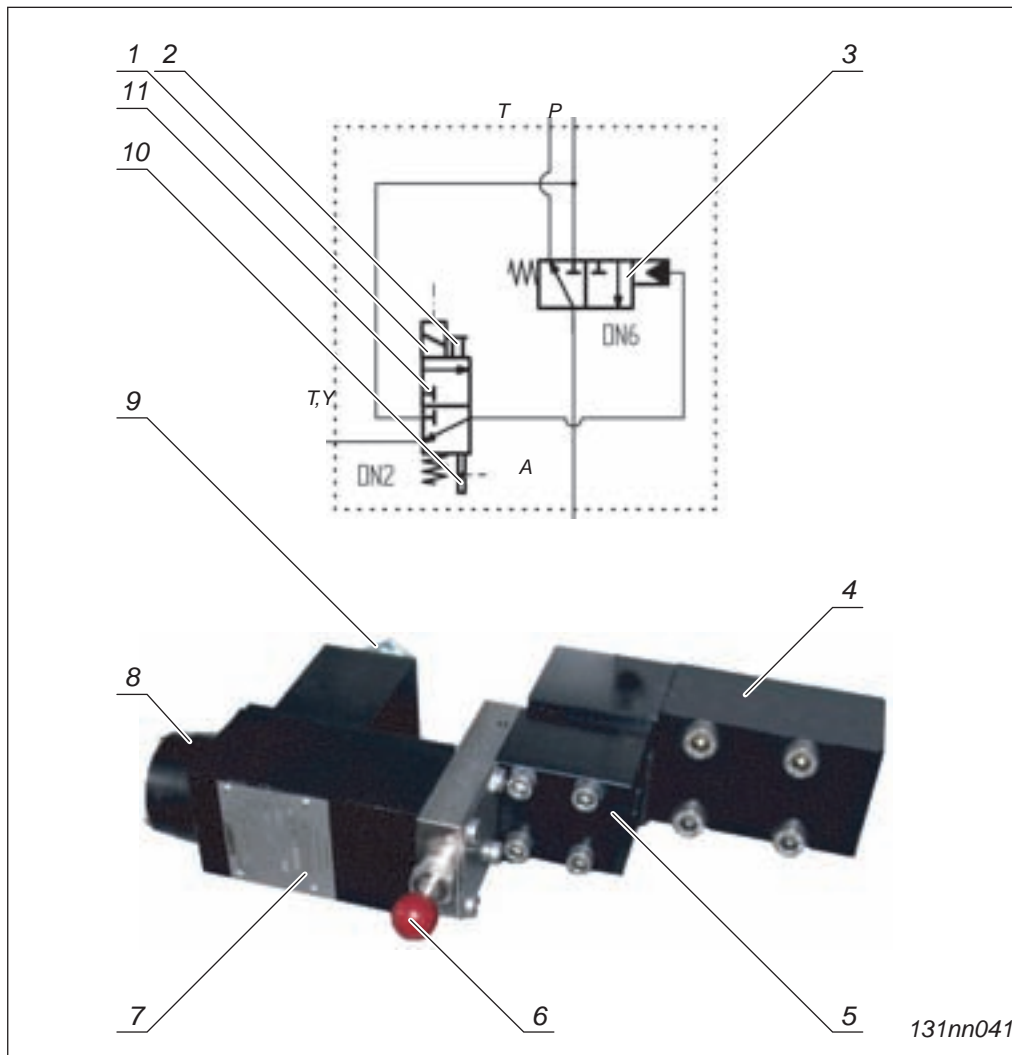

Fig. 3-13 Ventil elektrohydraulisch vorgesteuert
- durch Betätigen der Handbetätigung (→ Seite 3-46, Fig. 3-13, Pos. 2/8)